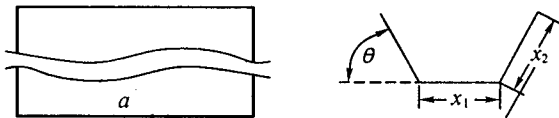

图 1-1 横截面积与参数关系图
**例 1-1** 有一块薄的塑料板,宽为  $a$ , 对称地把两边折起,做成槽(如图 1-1)。欲使槽的横截面积  $S$  最大,  $x_1$ ,  $x_2$  和  $\theta$  的最优值是多少?